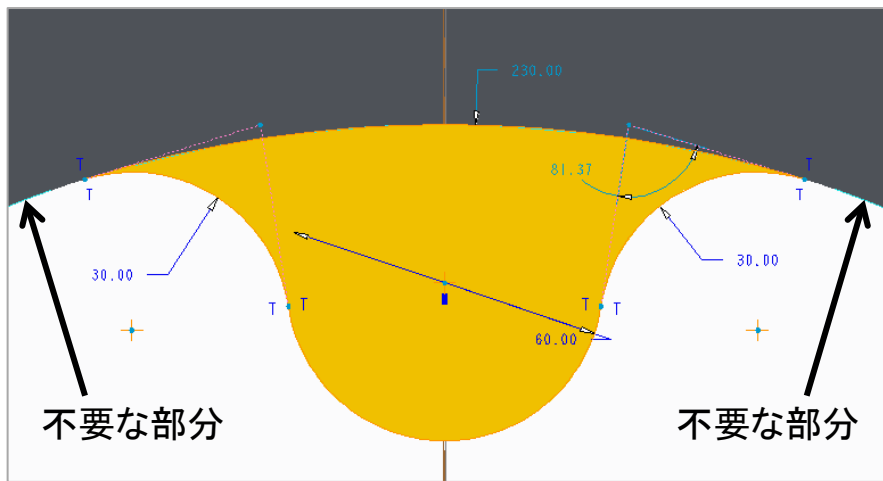

Fig.12 突起物のスケッチ完成図
8. Fig.12のように  セグメントを削除 を用いて、余分な線を削除する。